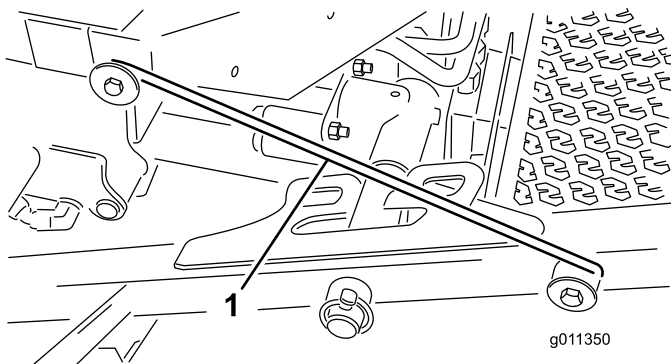

Figura 35
4. Desenganche la varilla de bloqueo (Figura 35) del enganche del bastidor de tiro delantero.
5. Levante la parte exterior de las carcasas de corte delanteras y coloque la varilla sobre el perno del bastidor montado en la parte delantera de la plataforma del operador (Figura 35).